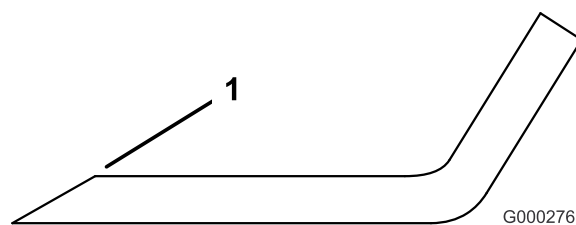

Figure 87
- Au moyen d'une lime, aiguiser les tranchants aux deux extrémités de la lame (Figure 87). Veillez à conserver l'angle de coupe d'origine. Limez la même quantité de métal sur chacun des deux tranchants pour ne pas déséquilibrer la lame.